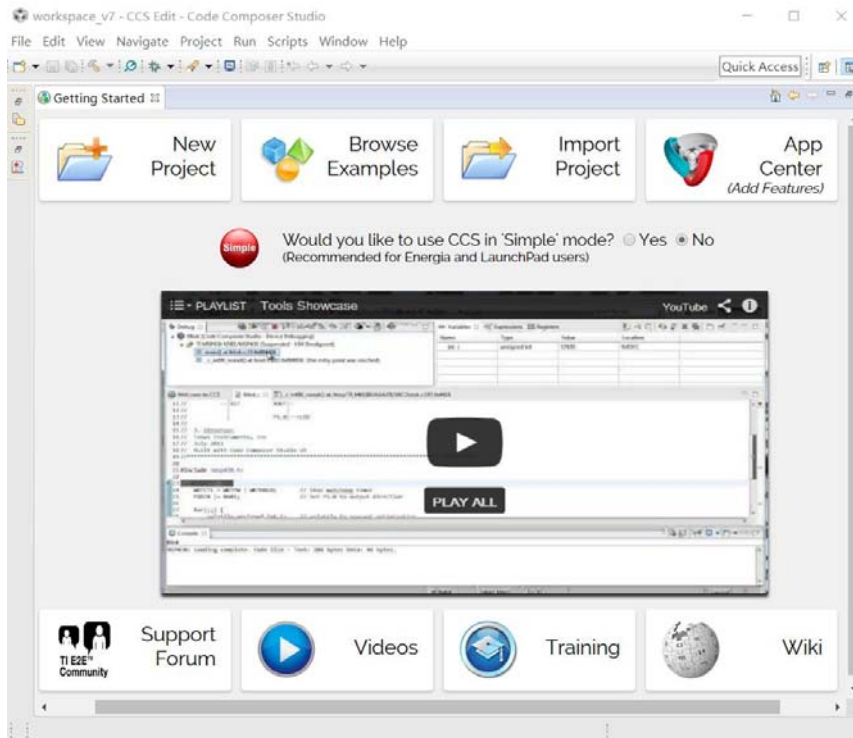

图 1-10 CCS 工作界面
(5) 单击 OK，至此软件安装配置工作全部完成，如图 1-10 所示。